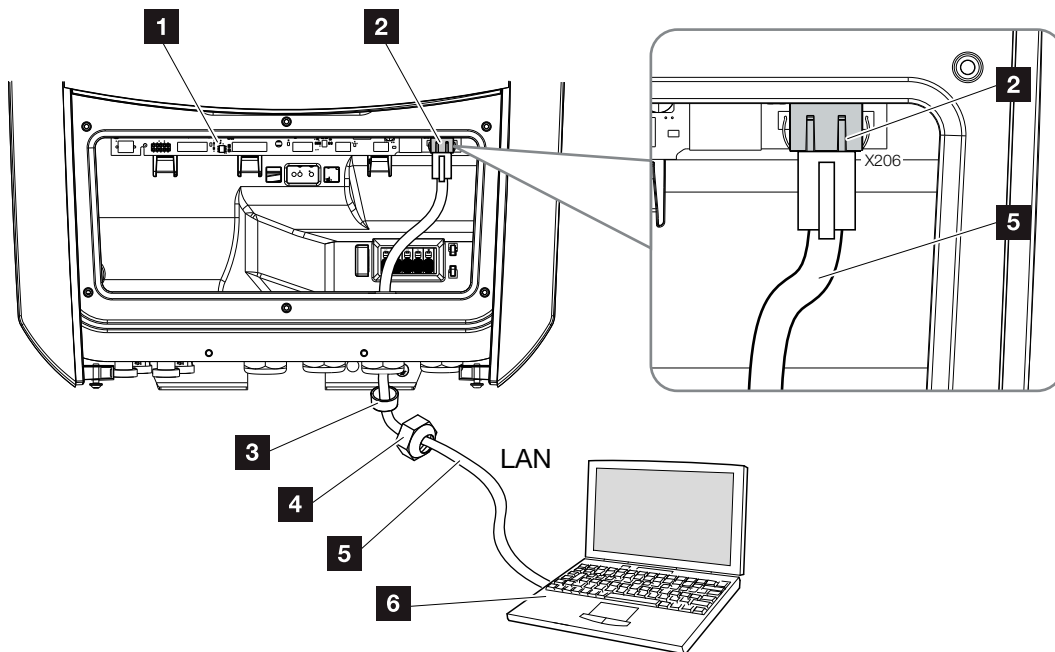

Abb. 32: Wechselrichter und Computer mit Ethernet-Kabel verbinden
3. Ethernet-Kabel an die LAN Schnittstelle des Smart Communication Board anschließen. 📄 Abb. 32 Pos. 2